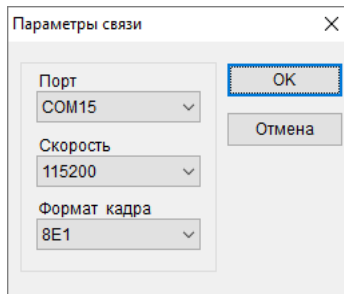

Рисунок 4 – Окно "Параметры связи"
5.4.3 Настройка связи с РЕЛЕ производится через меню "Настройки" – "Связь..." в диалоговом окне "Параметры связи" (рисунок 4).